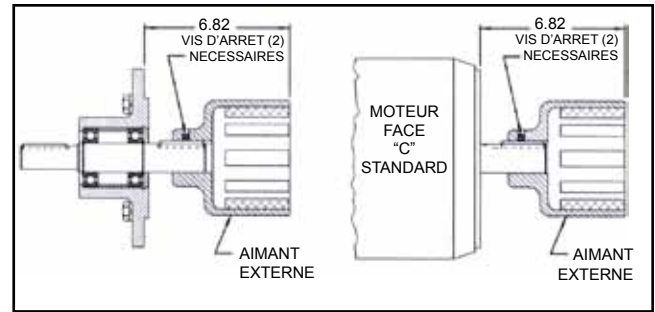
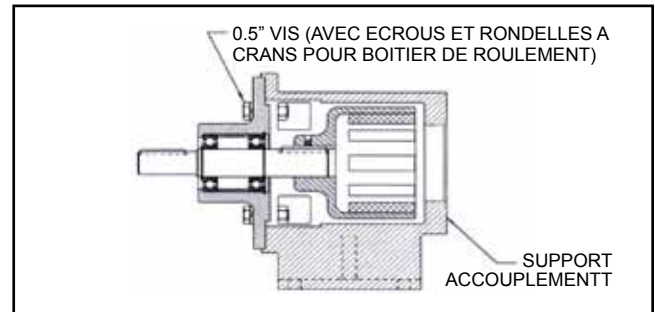

FIGURE 32
FIGURE 33
1. Vérifiez qu'aucun objet métallique ne soit attaché aux aimants. Retirez les corps étrangers. Situez l'aimant externe selon ses dimensions (Voir Figure 32).
2. Si le support n'est pas fixé à une base, bridez-le (Voir Figure 33) Montez le moteur ou le boîtier de roulement sur le support et fixez avec 4 vis de 0.5". Avancez la main et faites tourner les aimants manuellement afin de vérifier l'absence de toute interférence. En cas de frottement, vérifiez la dimension à la Figure 32 ou contactez l'usine.